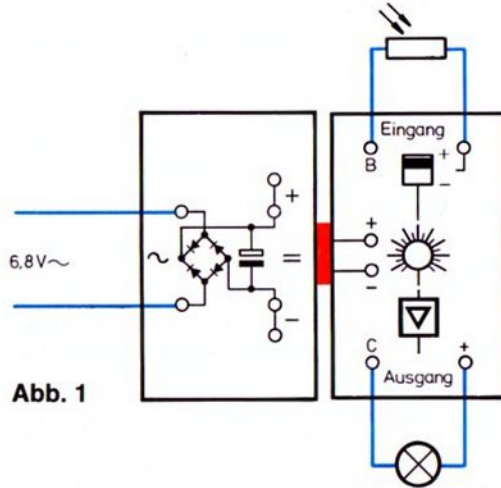

Abb. 1
1. Legt man auf eine optische Anzeige des durch den Transistor verstärkten Signals wert, verwendet man eine Glühlampe mit einer entsprechenden Leuchtkappe. Sie kann direkt an den Ausgang des Verstärker-Bausteins angeschlossen werden (Abb. 1).
1. If it is desired to have a visual indication of the signal amplified by the transistor, one should use a bulb with an appropriate light cap. The bulb can be connected direct to the output of the amplifier unit. (fig. 1).
1. Si on désire une indication optique du signal amplifié par le transistor, on peut utiliser une lampe à incandescence munie d'un cabochon approprié et branchée directement sur la sortie du module électronique amplificateur (fig. 1).
1. We kunnen het door de transistor versterkte signaal zichtbaar maken met een gloeilamp voorzien van een lichtkap. De lamp sluit je direct op de uitgang van de versterker bouwsteen aan. (fig. 1).
Verwendet man den Fotowiderstand als Signalaufnehmer und stellt den Umschalter des Verstärker-Bausteins auf „+“, bewirkt ein Abdunkeln des Fotowiderstandes das Ausschalten der Lampe oder das Abfallen des Relais. (Abb. 1 und 2).
If the photo resistor is used as a signal receiver (pick-up) and the switch on the amplifier unit is set at "+", cutting-off of the light falling on the photo resistor causes dropping-out of the relay or extinguishing of the lamp (Fig. 1 + 2).
Si on utilise la photo-résistance comme capteur et place l'inverseur du module électronique amplificateur dans la position +, la diminution de l'éclairement de la photo-résistance provoque la désexcitation du relais ou l'extinction de la lampe (fig. 1 et 2).
Stel dat we de fotoweerstand als sensor gebruiken en de omschakelaar van de versterker bouwsteen op "+" zetten; het afdekken van de fotoweerstand resulteert dan in het afvallen van het relais of het uitgaan van de lamp. Zie fig. 1 + 2.